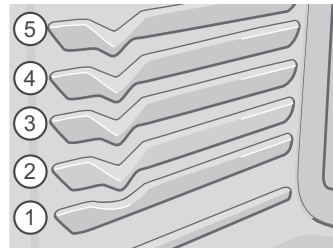

Figure 3 : Positions des grilles
- Pour obtenir de meilleurs résultats lorsque vous utilisez deux grilles pour la cuisson de gâteaux, placez ces dernières aux positions 2 et 4 (Figure 3).